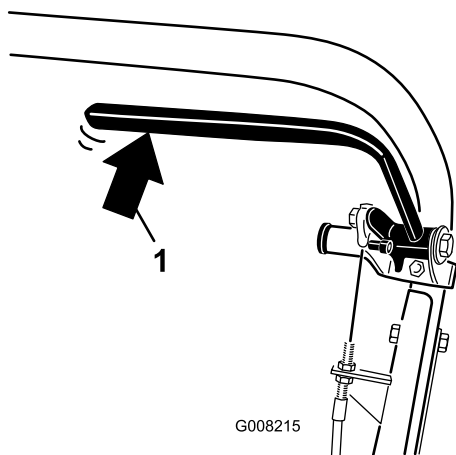

Figura 32
2. Usando una balanza de muelle, presione hacia atrás la palanca del freno de servicio (Figura 32). El freno de estacionamiento debe quitarse al alcanzar una fuerza de 13,5 a 18 kg. Si el freno de estacionamiento se desactiva antes de alcanzar la presión de 13,5 a 18 kg, ajuste el cable del freno. Vaya al paso 3.